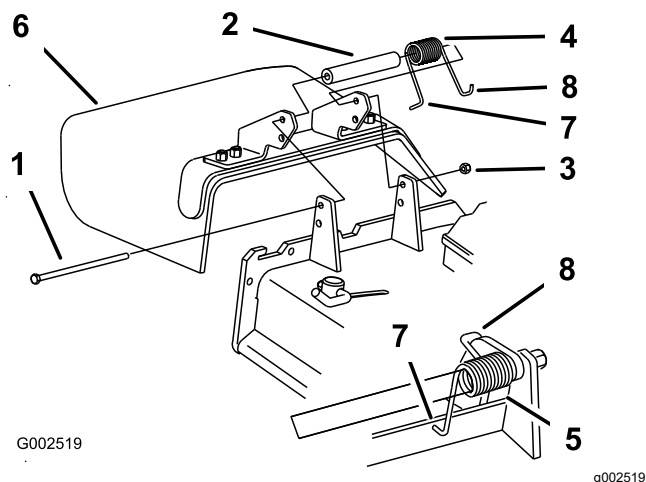

Figura 113
1. Togliete il dado di bloccaggio, il bullone, la molla e il distanziale che fissano il deflettore alle staffe orientabili del tosaerba (Figura 113).
Nota: Verificate che l'estremità a L della molla si trovi dietro il bordo del piatto di taglio prima di montare il bullone, come illustrato nella Figura 113
5. Infilate l'estremità a gancio J della molla attorno al deflettore di sfalcio (Figura 113).